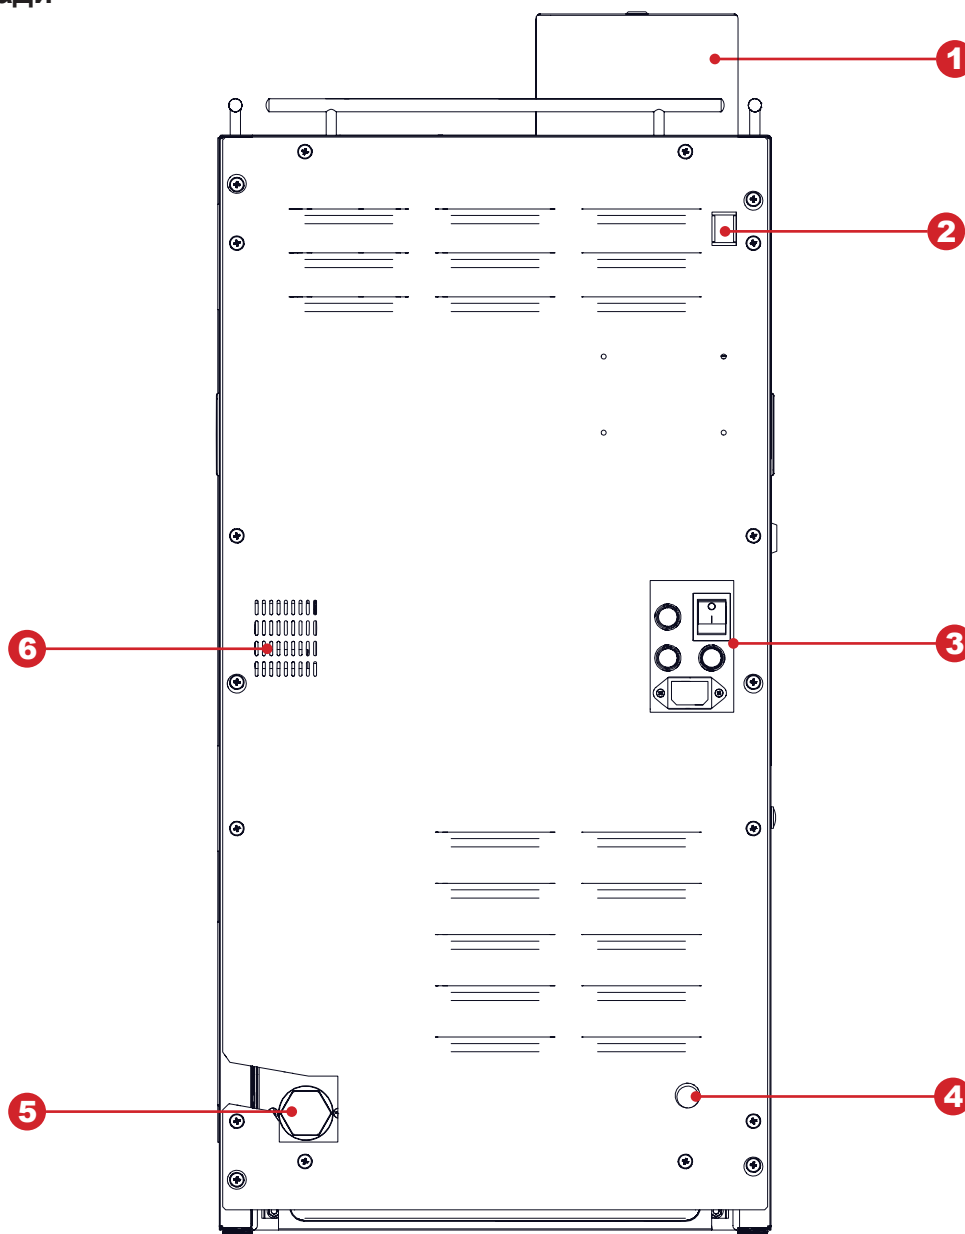

Рисунок 5.4
Автоматы могут быть подключены к линии водопроводной питьевой воды, с учётом требования законодательства в стране установки автомата. Входной разъём для подключения к линии расположен на задней стенке корпуса автомата (см.рис.5.4) и выполнен в виде резьбового соединения диаметром $\varnothing \frac{3}{4}$ ". Подключение осуществляется с помощью трубы, способной выдержать давление водопроводной сети и подходящей для использования с пищевыми продуктами (мин. внутр. диаметр 6 мм).
7. Установите переключатель на блоке коммутации автомата в положение **(I / ВКЛ)** (см. рис.5.4 поз.2).
Для обеспечения водоснабжения автомата предназначена силиконовая водозаборная трубка из комплекта поставки (см.рис.4.2 поз.5), которая подключается одним концом ко входу воды (см.рис. 5.4 поз.3), другой конец трубки с наконечником помещается в ёмкость с водой.